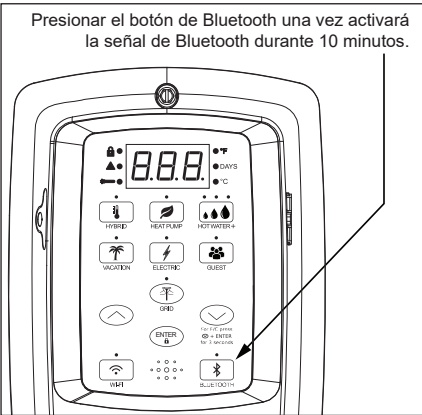

Figura 30 - Control de Bluetooth.
- 1 Para activar la señal de Bluetooth, presione el botón Bluetooth una vez. El LED parpadeará en intervalos de 1/2 segundo. El Bluetooth activará el modo de emparejamiento (Figura 30).